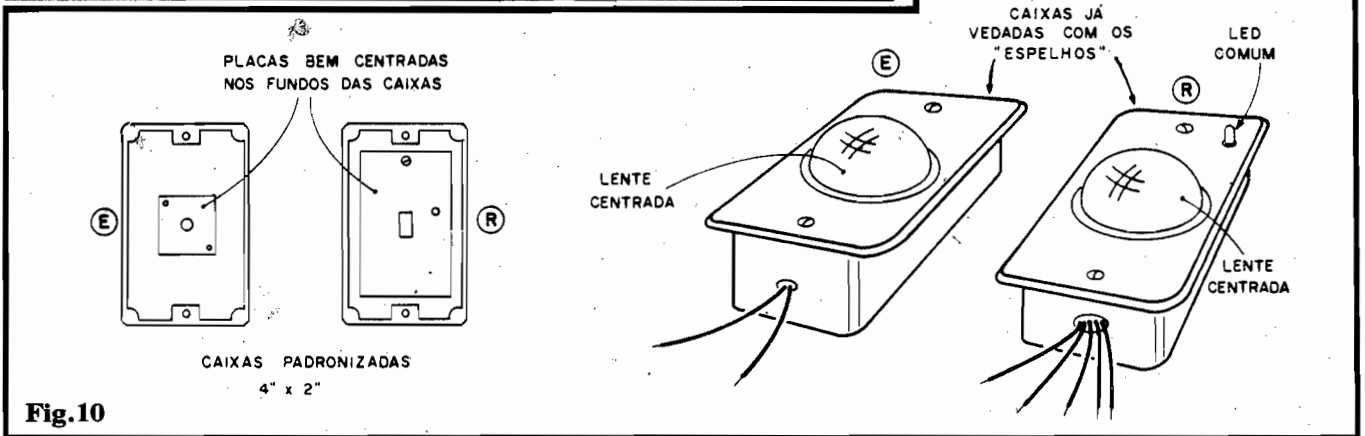

Fig.10
- **FIG. 10 - O ENCAPSULAMENTO DOS MÓDULOS** - Conforme já foi mencionado, as plaquinhas da BIVEP foram especialmente dimensionadas e "leiautadas" para acomodação final em caixas padronizadas de instalações elétricas, na medida **standard 4 x 2"** (10 x 5 cm.). São aquelas caixas normalmente embutidas nas paredes das casas, e que acomodam interruptores, tomadas, etc. No item A da fig. 10, as caixas são vistas "abertas", sem as tampas, determinando-se a colocação interna das placas de circuito... Nos dois casos, o Impresso deve ficar
bem centrado no fundo da caixa, de modo que tanto o LED infravermelho quanto o foto-sensor (respectivamente no BIVEP-E e no BIVEP-R assumam também os exatos centros dos **containers** (isso é importante para o correto arranjo ótico, a seguir...). Os dois "espelhos" (tampas) das caixas, originalmente "cegos" (sem furação), deverão (ver fig. 10-B) receber um furo central, com diâmetro compatível com as lentes obtidas (ver LISTA DE PEÇAS/OPCIONAIS-DIVERSOS). Normalmente tais lentes poderão ser fixadas com adesivo de epoxy (tipo "Araldite" ou equivalente) ou de ciano-acrilato (algum "Super-Bonder" da vida...), devendo, porém, o Leitor tomar um certo cuidado se as lentes forem de acrílico, uma vez que esse material pode ser quimicamente "atacado" pelos citados adesivos, gerando um "foscamento" das tais lentes, que prejudicará a eficiência ótica... Ainda quanto as lentes, lembrar que recomendamos o uso de unidades com um bom diâmetro (no mínimo em torno de 2 a 3 cm.) e que também é necessário considerar o parâmetro **DISTÂNCIA FOCAL**, de modo a otimizar o rendimento do sistema nos seus aspectos puramente óticos... Os detalhes estão na próxima figura...
tado da lente por um espaço denominado **distância focal**. Para se obter, a grosso modo, tal distância (sem usar cálculos complicados, ou dispositivos óticos sofisticados, que ninguém de nós, Hobbystas de Eletrônica, tem...), o método mais simples é ilustrado no item 11-A: segura-se a lente a alguns centímetros de distância de uma parede clara, oposta a uma janela; afasta-se e aproxima-se a dita lente da parede, em movimentos lentos, até que sobre a parede se projete uma imagem **nítida** e "miniaturizada" da janela (a imagem será invertida, não se preocupem com isso, uma vez que "raios" infra-vermelhos de cabeça pra baixo, têm a **mesma** eficiência daqueles com a "cabeça pra cima"...). A tal **distância focal** poderá então ser medida com uma régua, correspondendo ao valor "F", na figura (o exato afastamento entre o centro da lente e a parede...). Na instalação final (ver fig. 10-B) **essa** deverá, em condição ótima, ser a distância entre a lente e o emissor/sensor infra-vermelho... Se, mecanicamente, apenas for possível usar-se uma distância **menor** do que "F", ainda ficam aceitáveis as "coisas"... Entretanto, se na instalação final, o valor de "F" for **maior** do que o obtido na experiência 11-A, haverá nítida perda